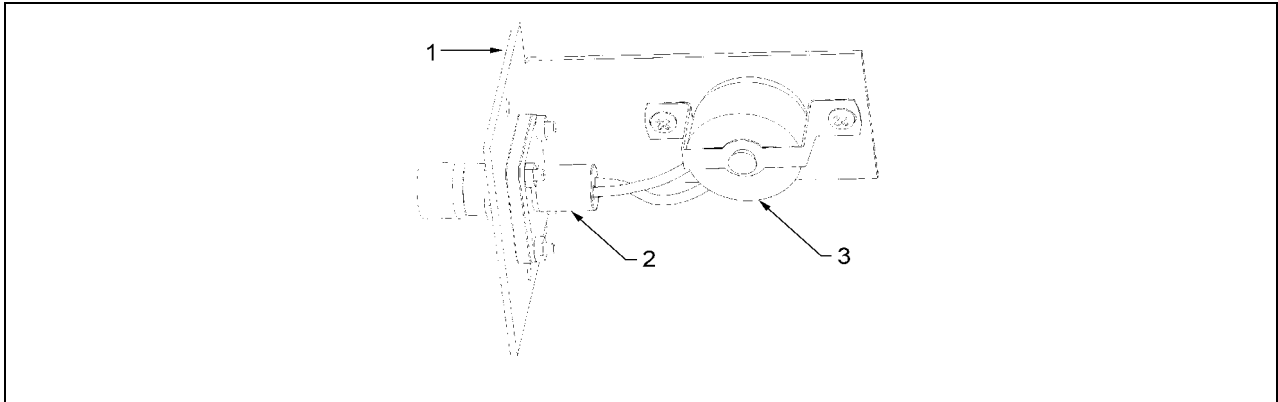

Figure 26: (1) Support de thermostat; (2) Connecteur à retirer; (3) Thermostat à retirer.
4. Dévisser les deux vis retenant le support du thermostat au conduit de prise d'air extérieur (le support est représenté par l'élément 1 de la figure 26);
5. Retirer le thermostat (élément 3, figure 26) en dévissant les deux vis le retenant au support ;
6. Retirer le connecteur en dévissant les quatre vis le retenant au support (élément 2 de la figure 26) ;